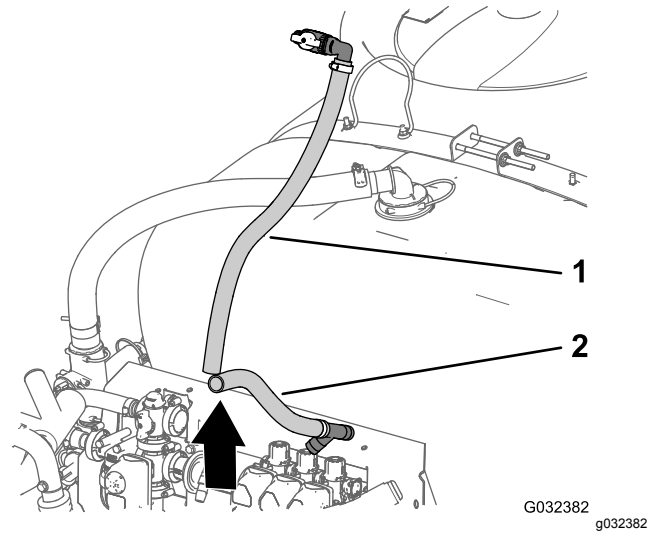

Bild 54
7. Entfernen Sie die oberen und unteren Überlaufschläuche von der Maschine (Bild 54).